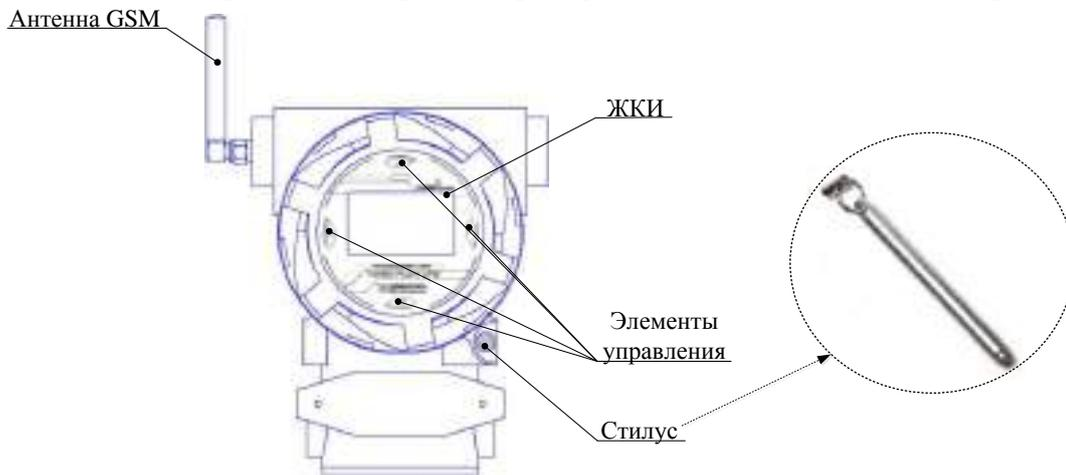

Рисунок 1
2.4.4 Если после монтажа датчика (рисунок 1) оказалось, что расположение ЭБ затрудняет чтение показаний с индикатора, есть возможность повернуть ЭБ в пределах 350 °.
2.7.3 Контроль работы датчика осуществляется при помощи ЖКИ, элементов управления и стилуса (рисунок 1). После касания, стилус рекомендуется задерживать у элемента управления на 1 сек.